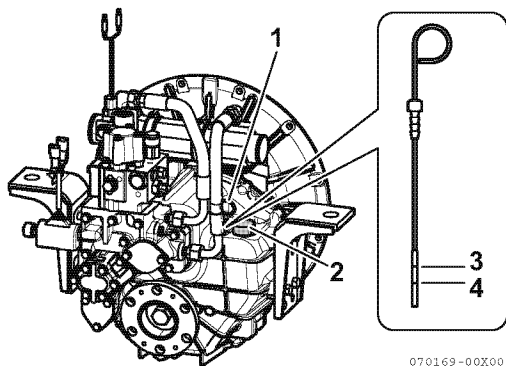

Figure 8
2. Togliere il tappo del bocchettone di riempimento (**Figure 8, (2)**) in cima all'alloggiamento.
3. Rimuovere l'asta di livello dell'olio (**Figure 8, (1)**) e pulirla con un panno pulito.
5. Estrarre l'astina di controllo. Il livello dell'olio deve essere compreso tra la tacca superiore (**Figure 8, (3)**) e la tacca inferiore (**Figure 8, (4)**) dell'asta di livello.
3. Riempire di olio fino al limite superiore (**Figure 8, (3)**) dell'asta di livello.